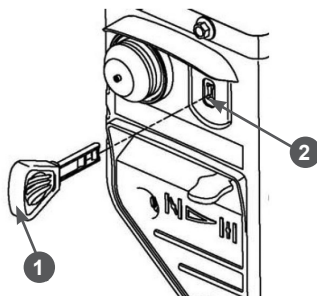

Рис. 28. Установка ключа выключателя зажигания
5. Вставьте ключ 1 в гнездо 2 выключателя зажигания (Рис. 28).
При возникновении аварийной ситуации, для экстренной остановки двигателя извлеките ключ из гнезда выключателя зажигания (Рис. 28).
6. Извлеките ключ из гнезда выключателя зажигания (Рис. 28).